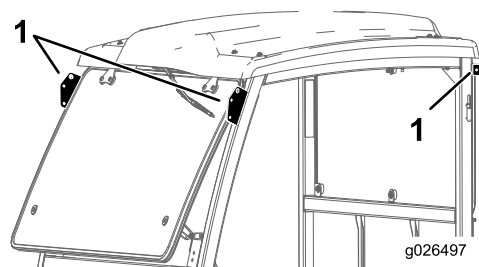

Bild 5
1. Heben Sie den Kabinenrahmen an den Hebestellen hoch und setzen Sie ihn auf die Maschine (Bild 5).